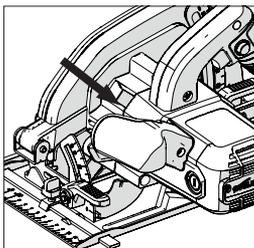

Abb. 3
- Finden Sie die Spindel-Sperrtaste der Maschine (an allen Maschinen in ähnlicher Position). Sperren Sie die Spindel der Maschine durch Betätigen der Spindel-Sperrtaste. **(Abb. 3)**